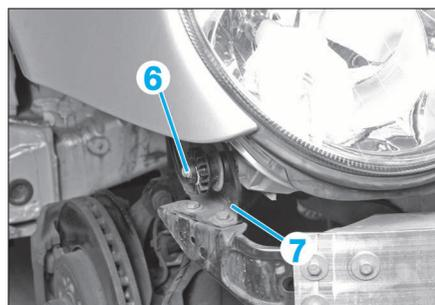

FIG. 4
À la repose, procéder dans l'ordre inverse aux opérations de dépose en alignant le bouclier à l'aide du réglage (6) (Fig.4).
- le support (3),
- le support (7) (Fig.4),